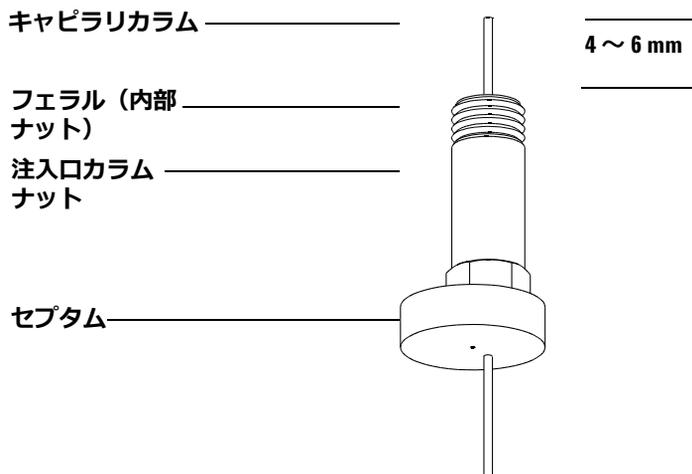

図 6 スプリット/スプリットレス注入口へのキャピラリカラムの取り付け
- 7 カラムをフェラルの端から 4 ~ 6 mm 出るように調整します (図 6)。